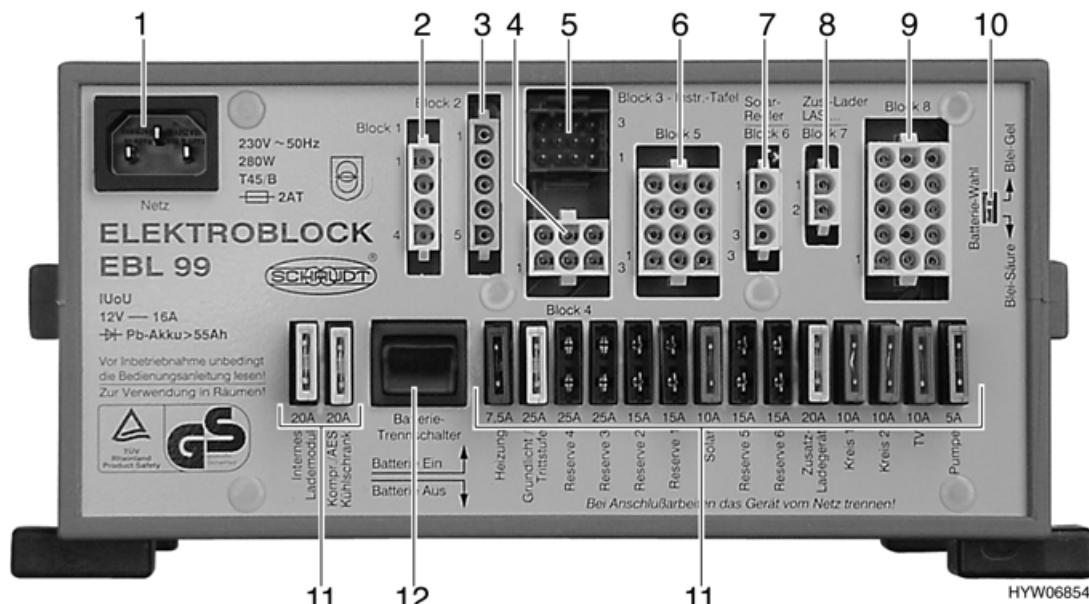

Fig. 49 Centralina elettrica EBL 99
La centralina elettrica (Fig. 49) è situata dietro il sedile del guidatore, nel sedile.
L'interruttore staccabatteria (Fig. 49,12) serve a disinserire tutte le utenze a 12 V dell'abitacolo. In tal modo si evita uno scaricamento eccessivo della batteria dell'abitacolo nei lunghi periodi di fermo del veicolo (per esempio in occasione di inattività temporanea).
- ▶ L'impostazione di stabilimento del selettore batteria (Fig. 49,10) ("Piombo-Gel") non deve essere modificata.